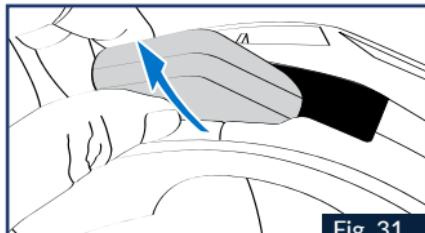

Fig. 31
2. Retirer le PAD de polystyrène Blanc dans l'espace prévu à l'arrière du casque Fig.31